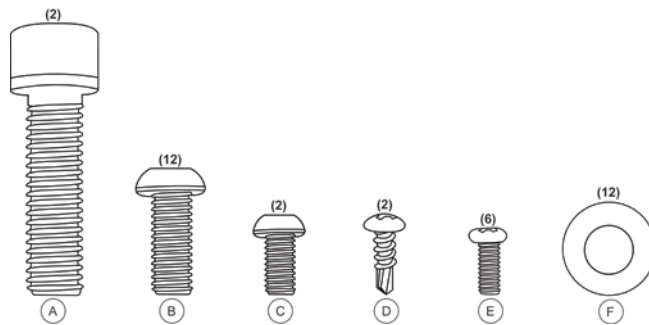
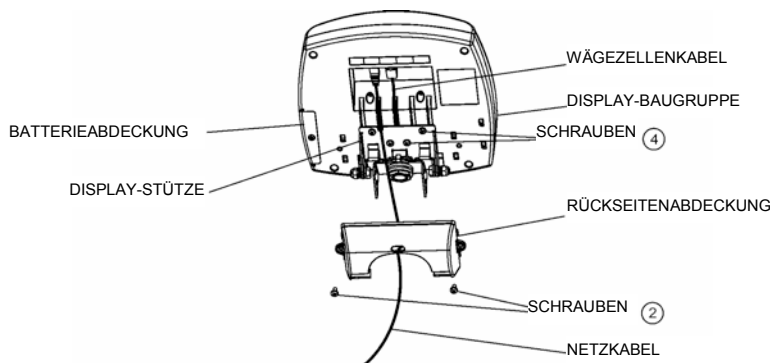

Abbildung 1
Abbildung 2
4. Die mittlere Handleiste über die Handleistenstützen am Sockel schieben und die Handleiste mit vier (4) M8 1,25 x ¾ Schrauben (B), vier (4) M8 Scheiben (F) und dem mittleren Innensechskantschlüssel an den Handleistenstützen befestigen (siehe Abbildung 1). Die Schrauben leicht anziehen. NICHT ÜBERMÄSSIG ANZIEHEN. Das Festziehen erfolgt in Schritt 6.
5. Die linke bzw. rechte Handleiste mit zwei (2) M10 1,5 x 1½ Schrauben (A), acht (8) M8 1,25 x ¾ Schrauben (B) und acht (8) M8 Scheiben (F) an der mittleren Handleiste und an der Plattform befestigen und leicht anziehen.
7. Den Griff mit zwei (2) mittleren M6 1,0 x ½ Schrauben (C) an der Rückseite der mittleren Handleiste anbringen und festziehen.
13. Die Display-Stütze 90° drehen und dann die Display-Baugruppe nahe an der Display-Stütze positionieren. Den Wägezellenstecker am Wägezellenanschluss auf der Rückseite des Displays einstecken und dann das Kabel in den mittleren Kanal des Displays einführen und sichern. Zur Veranschaulichung Abbildung 2, oben, beachten. **Hinweis:** Das Netzkabel zu diesem Zeitpunkt nicht anschließen. Das Anschließen erfolgt in Schritt 19.
15. Vier (4) Kreuzschlitz-Flachkopfschrauben M4 (E) in die metallische Display-Stütze einführen und festziehen (siehe Abbildung 1).
16. Den Adapterhalter mit zwei (2) Nr. 8 x 1/2 (D) Blechschrauben an der mittleren Leiste anbringen und die Schrauben festziehen.
17. Den Netzadapter am Netzanschluss des Displays anschließen und dann das Kabel hinten links am Display in den exponierten Bereich des zweiten Kanals einführen und sichern (siehe Abbildung 2, oben). Das Kabel über den Halteschlitz in der Rückseitenabdeckung sichern und die großen Laschen der Rückseitenabdeckung auf die Schlitze auf der Rückseite der Display-Baugruppe ausrichten. Leichten Druck ausüben, um die Abdeckung einzurasten. Dann die Abdeckung mit zwei (2) Kreuzschlitz-Flachkopfschrauben M4 (E) befestigen. **Die Waage nicht an eine Stromquelle anschließen, solange sie nicht vollständig zusammengebaut ist.**